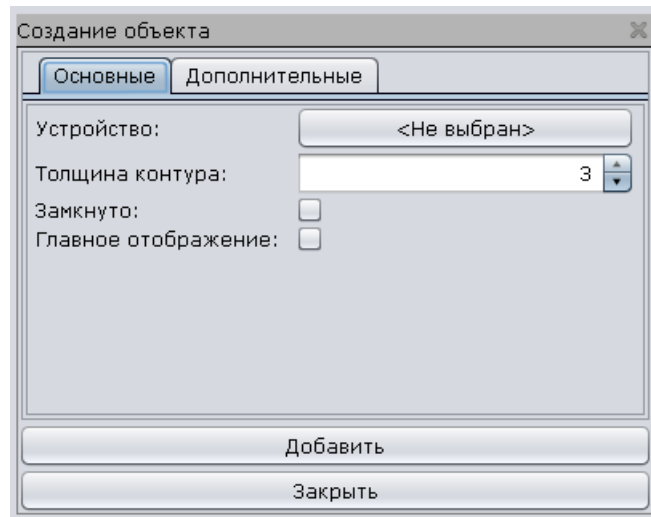

Рис. 142
1) правой кнопкой мыши щелкнуть по узлу «Группы устройств» под именем плана и в контекстном меню выбрать «Создать», откроется окно «Создание объекта» (Рис. 142);